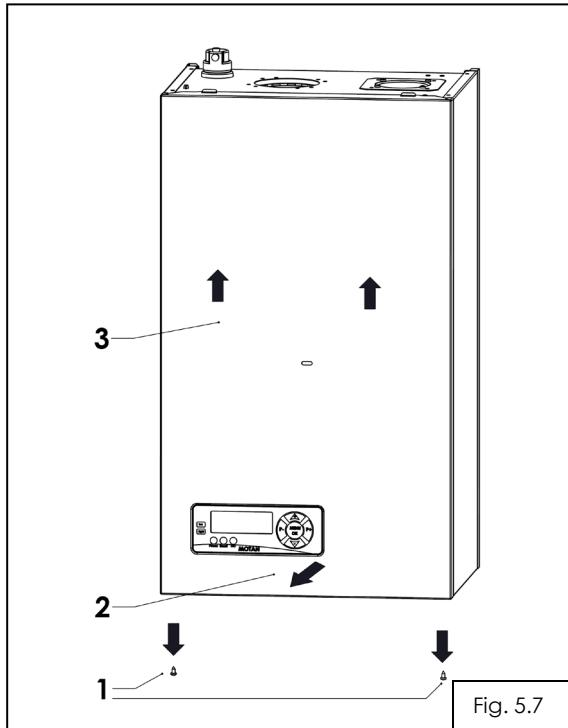

Fig. 5.7
- a) - se demonteaza capacul frontal al centralei (fig. 5.7) se desurubeaza suruburile (1);
- b) - trageți capacul centralei de la capatul inferior 4-5 cm spre fata (2);
- c) - ridicati capacul (3) si indepartati-l;